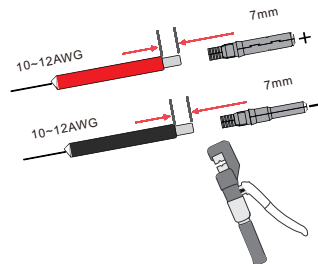

Figure 4.1-4 Sertissage de la borne sur le câble
Étape 2 : Sertissez les bornes métalliques avec une pince à sertir, comme illustré à la Figure 4.1-4.